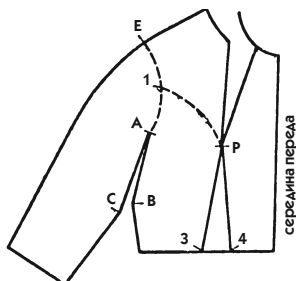

Рис. 711
- Перенесите на прозрачную бумагу пройму базового лекала от засечки Е до точки А (пунктирная линия на рис. 711).
- Посмотрите, как представлена на рис. 711 копия. Линия горловины проведена полностью до плеча, проходя от линии середины переда. Именно так вы будете в дальнейшем строить все чертежи базового лекала кимоно. Такая линия горловины (скопированная с обычного базового лекала) позволит более точно переводить вытачки, используя прозрачную бумагу.
2. Проведите пунктирную линию рельефа от точки Р к пройме (засечка 1 на рис. 711).